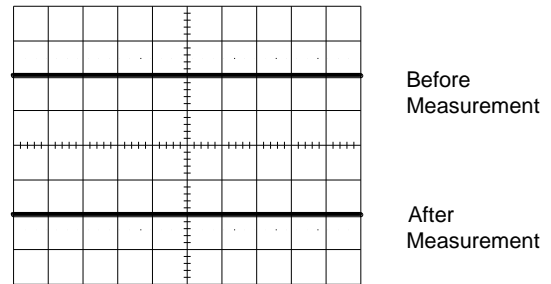

Fig. 5-4
- (1) 스위프 기준선을 얻으려면 패널상 노브를 돌려 설정하십시오.
- (2) 선택된 채널의 결합(커플링) 모드를 GND 로 설정하십시오.
- (3) Sweep 기준선을 특정 수평 좌표 (그림 Fig 5-4 측정 전에 표시)로 유지하기 위해 수직
(4) 측정 된 전압을 선택한 채널의 단자에 피드 합니다.
(5) 입력 결합(커플링)을 DC 로 설정하십시오. Sweep 기준선이 화면의 적절한 위치에 유지되도록 전압 감쇄기를 조정합니다. 변수를 시계 방향으로 돌려 교정 된 위치로 돌립니다.
(6) 측정 후 그림 Fig 5-4 에서와 같이 편향된 분할 수를 수직 방향으로 판독하십시오.
(7) 다음 공식을 사용하여 DC 전압을 계산하십시오 :